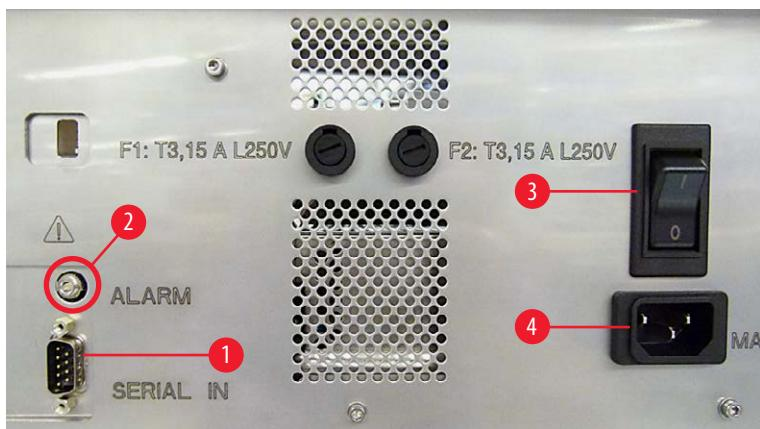

图 27
**i** 电气连接位于仪器背板上 ( $\rightarrow$  "图 27")。